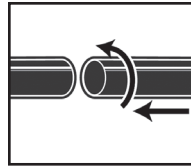

FIGURE 11
14. Attachez les bras de prolongation à l'extrémité accessoire du tuyau. Visez légèrement pour serrer le raccordement. **FIGURE 11.**
15. Attachez un des accessoires de nettoyage (selon vos exigences de nettoyage) sur les bras de prolongation. Visez légèrement pour serrer le raccordement. **FIGURE 11.**